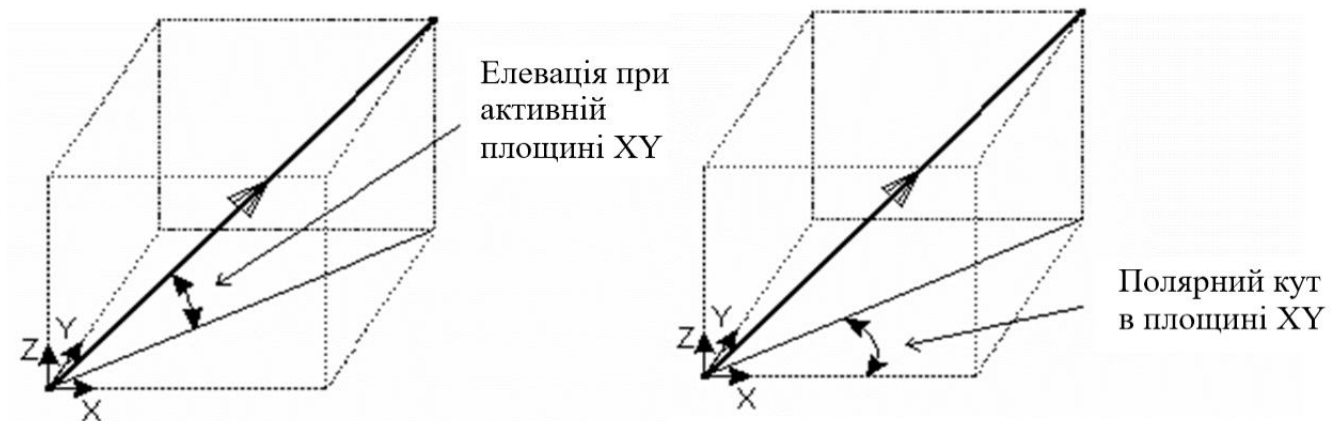

Рис. 2.3 Вимір елевації
- *Елевація* - задає кут між активною площиною і напрямком до точки (рис. 2.3).